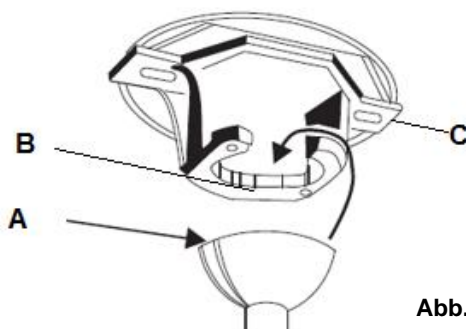

Abb. 6
Setzen Sie den kompletten Ventilator in die Halterung ein. Die Sicherungsnut (A) der Kugelaufhängung muss in den Anschlag (B) der Halterung (C) greifen, um ein Verdrehen des Ventilators im Betrieb zu verhindern. (Abb. 6)